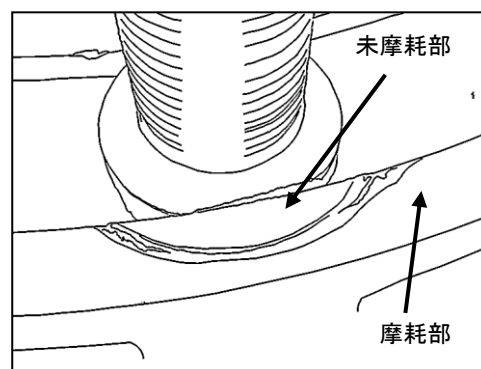

図 2 A 部詳細
- 1) アクスルのスピンドル部は、図2に示す箇所の亀裂、損傷がないかを点検する。